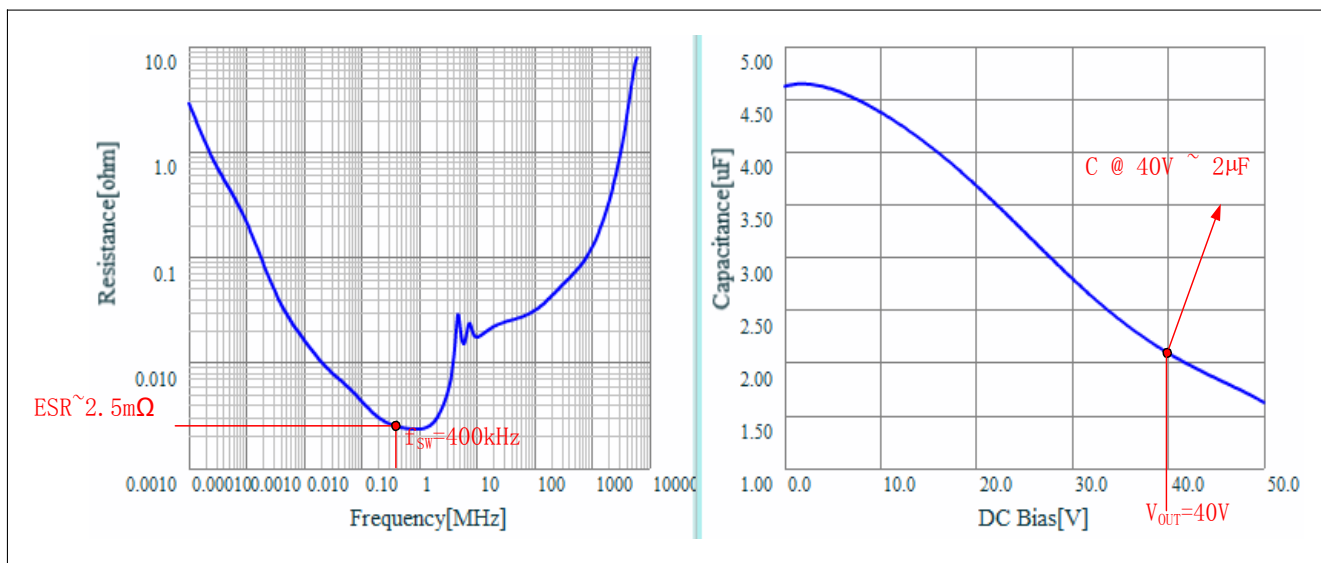

图11 C_{OUT} : $4.7\ \mu\text{F}/50\text{ V}/\text{X7R}$ 陶瓷电容器的ESR和DC偏置(原始Murata电容型号:GRM32EB31H4 75KA87) 汽车型号:GCM32ER71H475KA55
可以从电容的数据手册获得在所需的开关频率下的ESR值及在工作点($V_{OUT} = 40\text{ V}$)上的电容。虽然所选电容的额定电容是 $4.7\ \mu\text{F}$ ，但是在 $V_{OUT} = 40\text{ V}$ 时，它的电容只有 $2\ \mu\text{F}$ （图11右图）。因此，在应用中需要并联5个电容以达到所需的 $>8\ \mu\text{F}$ 的电容。
2) 为了克服电解电容的问题, 您也可以使用一组并联的陶瓷电容器。对于我们所采用的示例, 为了实现我们的要求, 可以并联5个4.7 μF/50 V 的电容。如图11所示, 虽然额定电容为4.7 μF, 但是在40 V 时的电容值仅为 2 μF。为了安全起见, 建议使用 $5 \times 2 \mu T = 10 \mu F$ 。主要的优势在于 2 mΩ 极低的ESR值。